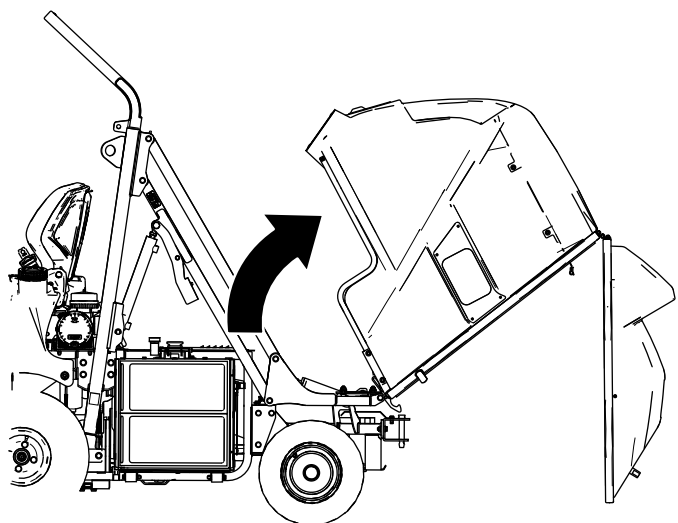

Figura 51
2. Fate ruotare manualmente in alto e all'indietro la tramoggia (Figura 51).